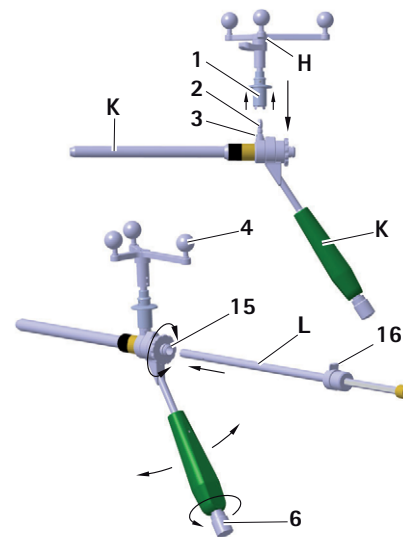

Fig. 12 Montera Aesculap-stjärnenheten på S⁴C-styrhylsan; För in den inre borrhylsan S⁴C.
- För att säkerställa att kameran har fri sikt över de reflekterande markeringssfärerna: lossa vredet 6 på S⁴C-handtaget på S⁴C-styrhylsan K och rotera Aesculap-stjärnenheten H till önskad position, se Fig. 12.
- Den inre borrhylsan griper tag i innerhylsan och kan fortfarande roteras, se Fig. 12.